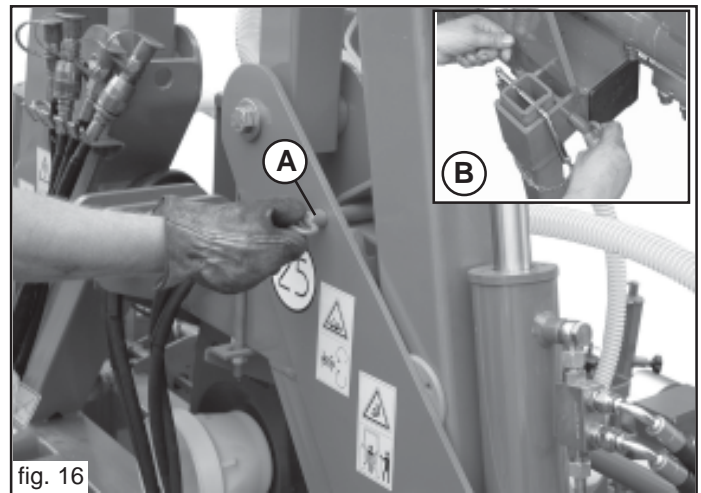

fig. 16
- 4) Enlever les goupilles de sécurité du châssis (A, Fig. 16) et les ranger dans les logements prévus (B, Fig. 16).
- 8) Mettre les goupilles de sécurité du châssis dans les logements prévus (A, Fig. 16).